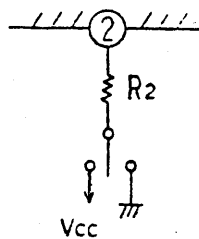

图 7
(3) 扫描调谐时自停灵敏度的调整方法
参看图7。由于通过②脚外接电阻 R_2 ，可以控制FM中放或AM混频器的偏置电